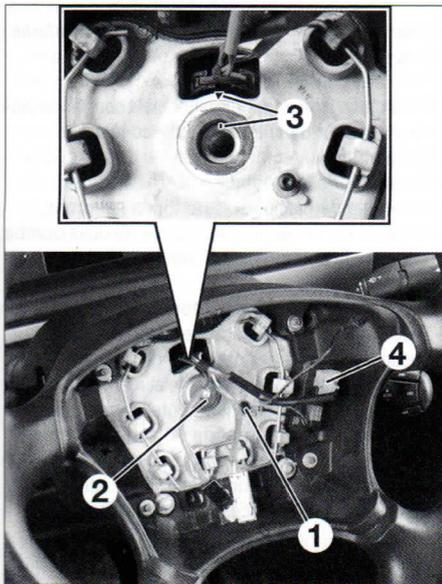

FIG. 2
- Desmontar el tornillo de fijación (1) o desconectar el borne del cable de masa en el centro del volante, según versión (**fig. 2**).
- Aflojar el tornillo de fijación (2) del volante algunas vueltas.
- Desmontar el tornillo de fijación (2) del volante.